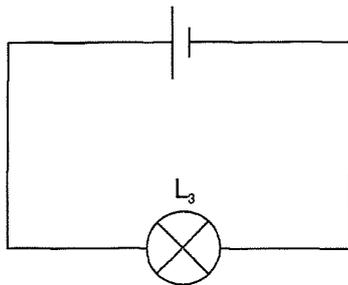

Figure 13.1
4.1. Réaliser le montage de la figure 13.1. Observer et noter l'éclat de l'ampoule.